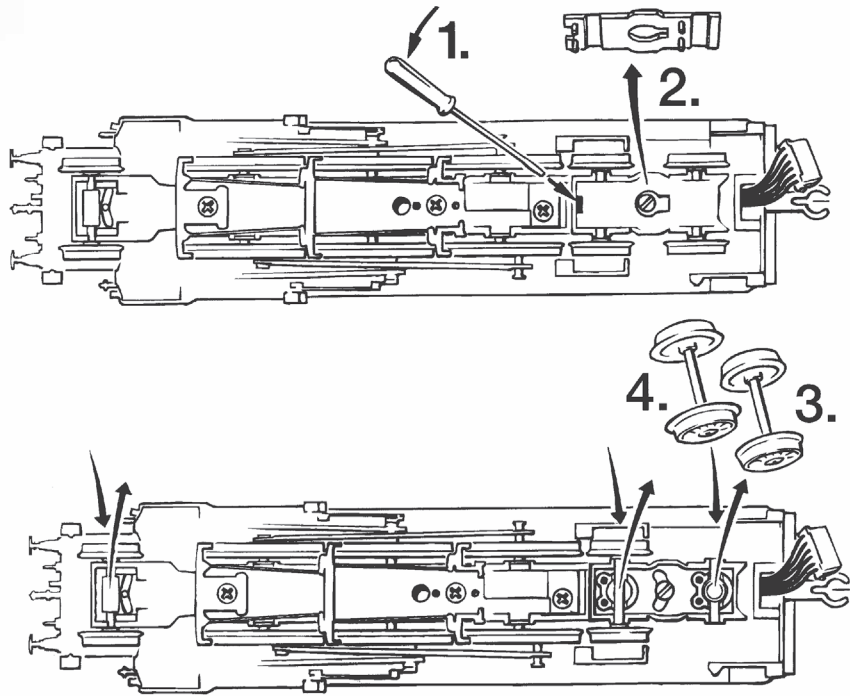

Fig. 7
Damit Ihnen Ihr Modell lange Freude bereitet, sind regelmäßig (ca. alle 30 Betriebsstunden) gewisse **Servicearbeiten** notwendig: Zuerst die Lokomotive vom Tender entkuppeln (Fig. 7).
To enjoy your model for a long time, it is necessary to **service** it regularly (i.e. after it has been in operation for approximately 30 hours). Uncouple locomotive and tender first (fig. 7).
4. Steam generator application (fig. 4): First remove the smokestack (fig. 7) and then push in the Seuthe steam generator no. 10 (running in digital mode: use no.11).
Pour garantir un fonctionnement impeccable de votre modèle au fil de longues années veuillez assurer régulièrement (environ tous les 30 heures d'exploitation) certains **travaux d'entretien:** Dételez d'abord la locomotive de son tender (voir fig. 7).
4. Emploi d'appareil fumigène: Veuillez démonter d'abord la caisse de votre locomotive (fig. 7) et introduisez ensuite le fumigène au chassis (fig. 4) **Attention:** Le fumigène Seuthe n° 10 n'est à utiliser qu'en exploitation classique >>analogue<<. Pour une locomotive munie d'un décodeur de commande numérique faites appel au fumigène Seuthe n° 11!